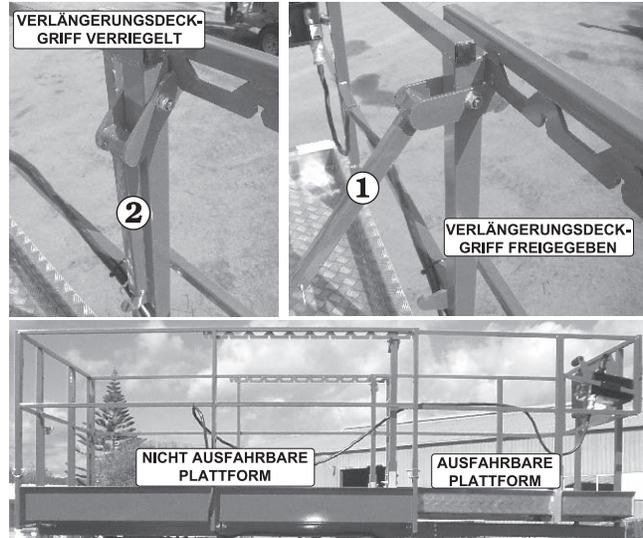

Abbildung 8.21
Die ausfahrbare Mehrpositionsplattform (siehe Abbildung 8.21) kann in verschiedenen Positionen sicher fixiert werden. Zum Bewegen von einer (1) Position an eine andere gehen Sie wie folgt vor:
2. Heben Sie die Griffe des Verlängerungsdecks (einen (1) für jede Seite des Decks) ① an, um das Deck zu entriegeln (siehe Abbildung 8.21).
4. Senken Sie die Verlängerungsdeckgriffe wieder ab und lassen Sie die Sperre ② einrasten (siehe Abbildung 8.21).